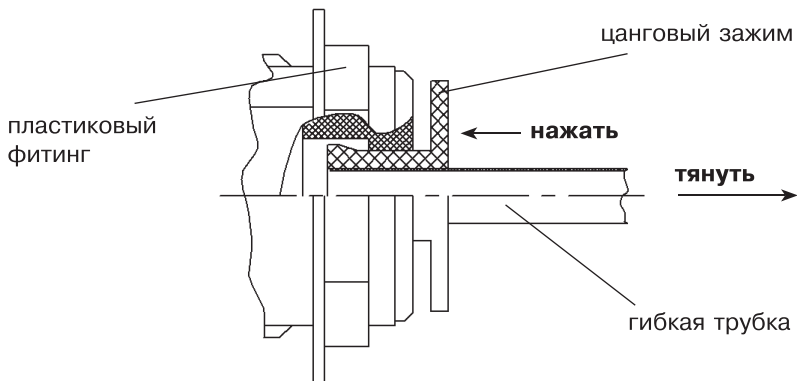

Рисунок 5. Разборка цангового зажима
- нажать на торец цангового зажима, фиксирующий гибкую трубку (6), прижав цанговый зажим до упора к пластиковом фитингу (см. рис. 5);
- аккуратно, не допуская рывков, вытянуть в противоположную от корпуса сторону (в осевом направлении, как показано стрелкой, см. рис. 5) гибкую трубку внешней пневматической системы;